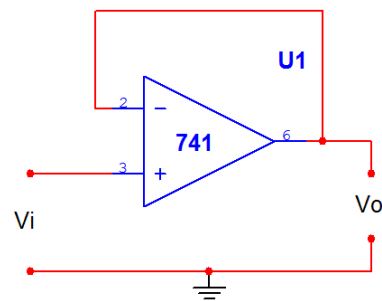
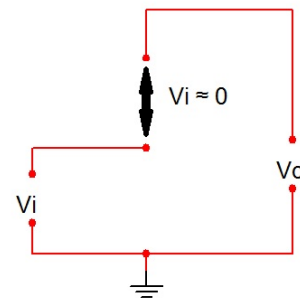

Figura 2. Seguidor Unitário.
Figura 3. Circuito equivalente com terra virtual do seguidor unitário.
O circuito seguidor-unitário, mostrado na figura 2, fornece um ganho unitário (1) sem inversão de polaridade ou fase. Do circuito equivalente (veja figura 3) é claro que: